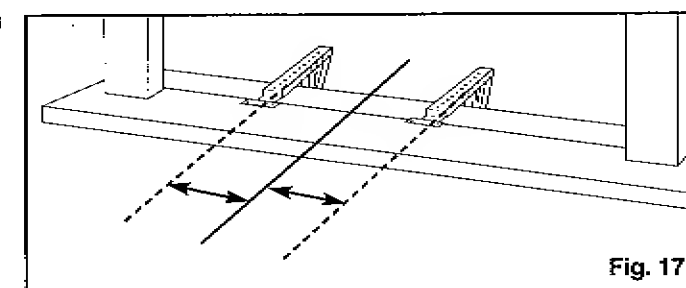

Fig. 17
- Measure the length of the inside sill and find the center as shown in Fig. 17.
- B. Mesurez la longueur de l'intérieur du rebord de la fenêtre et trouvez le centre, tel qu'il est montré à la Fig. 17.